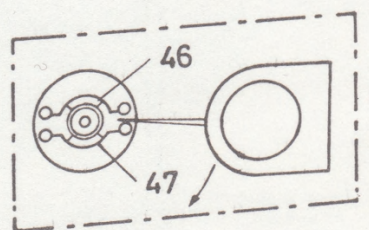

Fig. 15
**8. Justering av bromsblecken på drivenheten fig. 15**